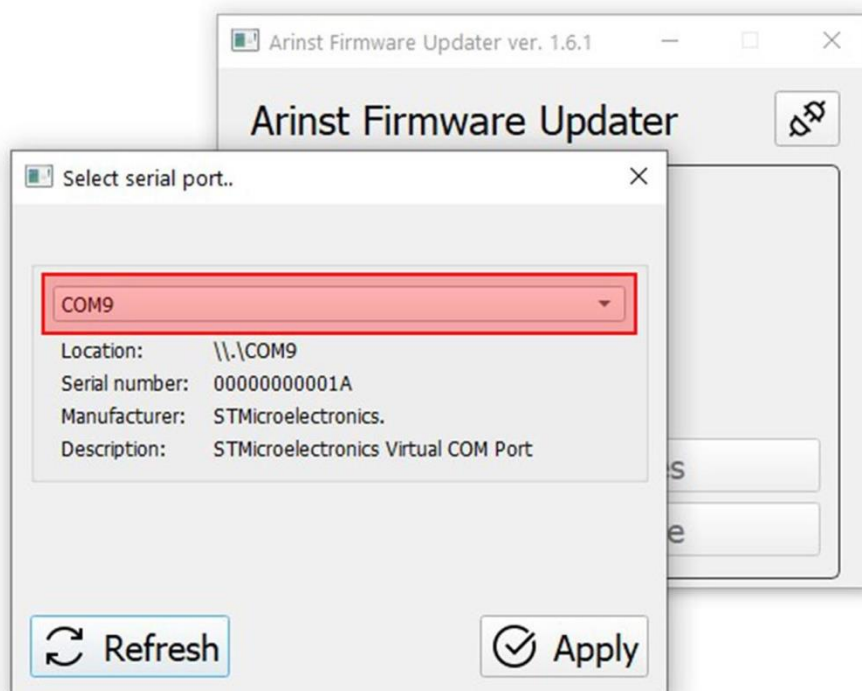

Рисунок A2.2 – Выбор виртуального COM порта для подключения прибора
2.4. В открывшемся окне, из выпадающего списка выберите виртуальный COM порт для подключения устройства (Рисунок A2.2).